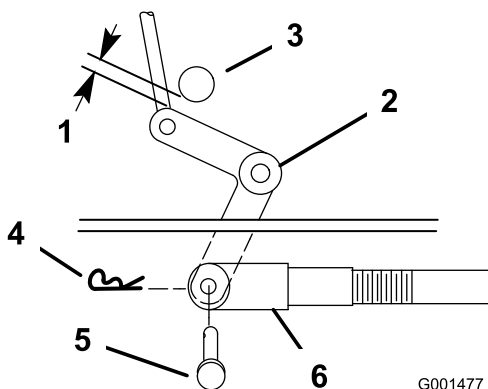

Figura 42
9. Compruebe la distancia entre la palanca acodada y el eje de salida de la transmisión (Figura 42).
11. Gire la horquilla en el sentido de las agujas del reloj para aumentar la distancia; gírela en el sentido contrario para reducirla (Figura 42).
Nota: Si el brazo no entra en contacto con el tope delantero de la carcasa del cortacésped (Figura 43 o Figura 44), ajuste la horquilla para acercar la palanca acodada al eje de salida de la transmisión (Figura 42).